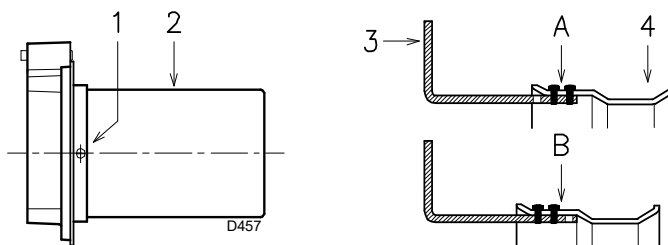

Рис. 13
- Отверните винты 1)(Рис. 13) и демонтируйте жаровую трубу 2).
- Переместите крепление штока 3)(Рис. 13) из положения **A** в положение **B**, тем самым втягивая затвор 4).
- Монтируйте жаровую трубу 2)(Рис. 13) в исходное положение и заверните винты 1).